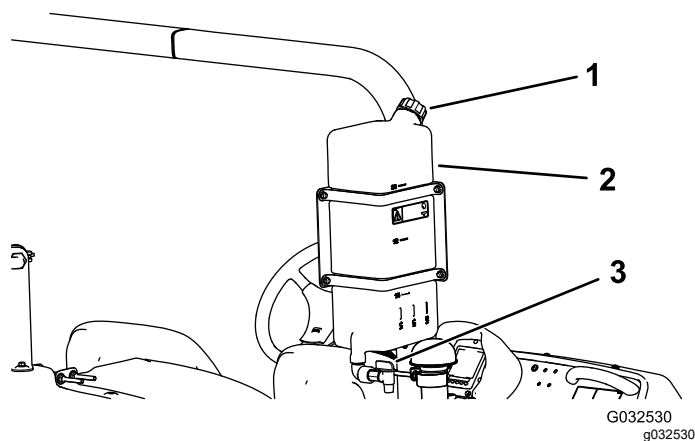

図 26
- タンクに水を入れるには、タンク上面にあるキャップを外し、水を入れて元通りにキャップを取り付けます 図 26。
- コックのレバーをひねれば水が出ます 図 26。